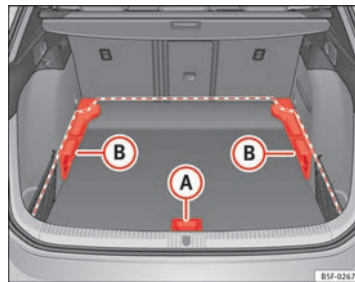
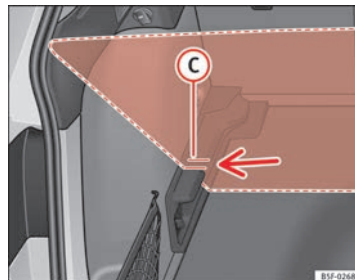

Fig. 110 Piso variable del maletero: posiciones
Fig. 111 Piso variable del maletero: ranuras inclinadas.
- Levante el piso por el asidero ⇒ **fig. 110 (A)**, tire de él hacia atrás hasta que la parte delantera del piso rebase totalmente los soportes **(B)**.
- Levantar el piso por el asidero ⇒ **fig. 110 (A)**, tire de él hacia atrás hasta que la parte delantera del piso rebase totalmente los soportes **(B)**.
- Levante el piso variable por el asidero ⇒ **fig. 110 (A)** y tire de él hacia atrás hasta que la parte delantera del piso rebase las ranuras inclinadas ⇒ **fig. 111 (C)**.